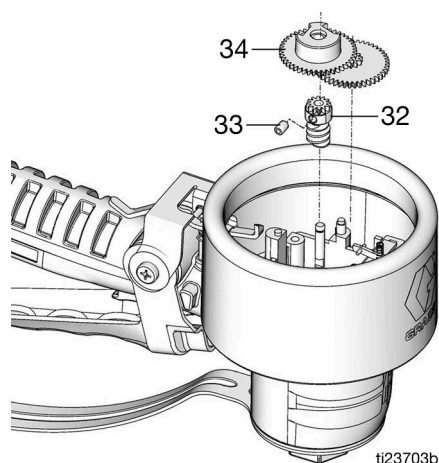

FIG. 29
- Utilizzare una chiave esagonale da 2 mm per rimuovere la vite di fissaggio degli ingranaggi (33). Rimuovere gli ingranaggi (32, 34) (FIG. 29).